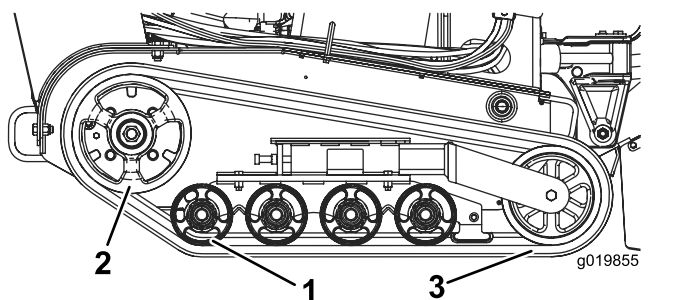

Figura 44
Importante: Assicuratevi di pulire a fondo le ruote non motrici e la ruota motrice (Figura 44). Quando sono pulite, le ruote non motrici devono girare liberamente.
- Avvolgete il cingolo nuovo sulla ruota, iniziando dalla ruota motrice e controllando che i denti del cingolo si posizionino tra i distanziali della ruota (Figura 44).
- Spingete il cingolo sotto le ruote non motrici (Figura 44).